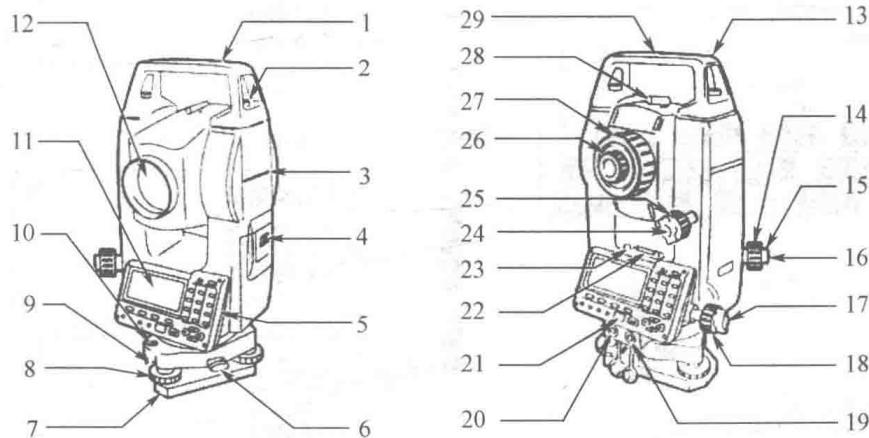

图2-8 索佳SET系列全站仪的外观及其主要部件的名称
2. 对照实物熟悉全站仪的构造及各组成部分的功能(见图2-8),由实验教师讲解和示范仪器的各项功能、操作方法。